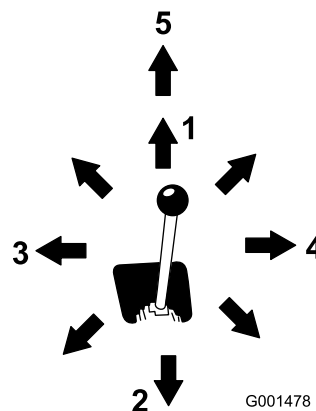

Figura 10
- Para inclinar el accesorio hacia adelante, mueva lentamente la palanca a la derecha (Figura 10).
- Para inclinar el accesorio hacia atrás, mueva lentamente la palanca a la izquierda (Figura 10).
- Para bajar los brazos de carga, mueva lentamente la palanca hacia adelante (Figura 10).
- Para elevar los brazos de carga, mueva lentamente la palanca hacia atrás (Figura 10).
- Para bajar los brazos de carga a la posición de bloqueo (flotar), empuje la palanca totalmente hacia adelante (Figura 10).